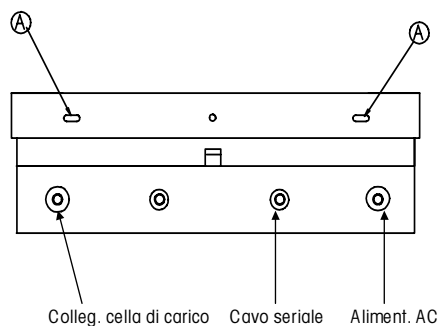

Figura 4
1. Inserire la punta di un cacciavite a testa piatta in una delle due asole ("A" nella Figura 4) sul fondo del pannello frontale.